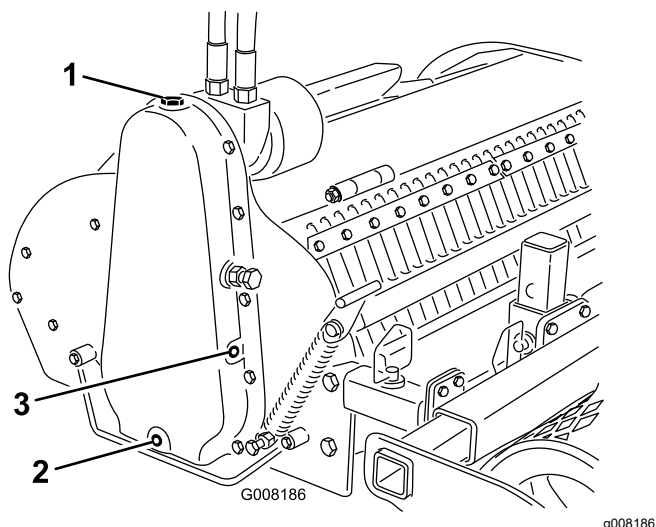

Figura 11
4. Abra o orifício de enchimento do óleo na parte superior da caixa da corrente da transmissão (Figura 11).
6. Retire o tampão de drenagem (Figura 11).
8. Retire o tampão lateral (Figura 11).